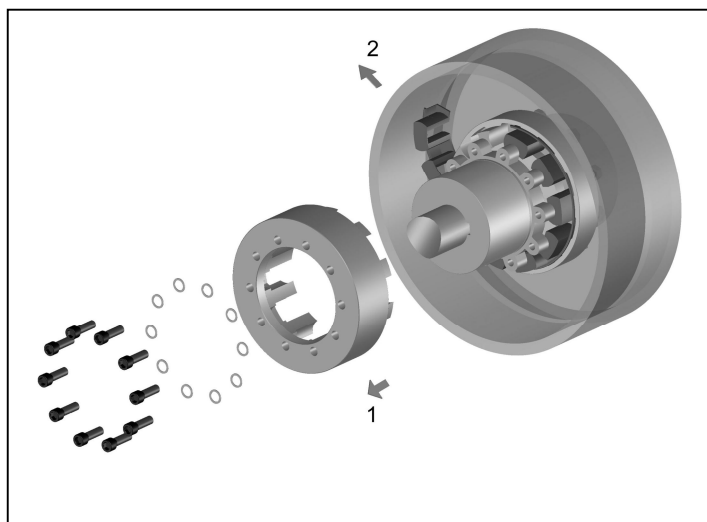

Bild 9
- Entfernen Sie die Befestigungsschrauben am Klauenring und schieben Sie diesen zurück (Bild 9, Pos. 1)
- Schneiden Sie den Zwischenring an einem Verbindungssteg durch (Bild 9, Pos. 2).